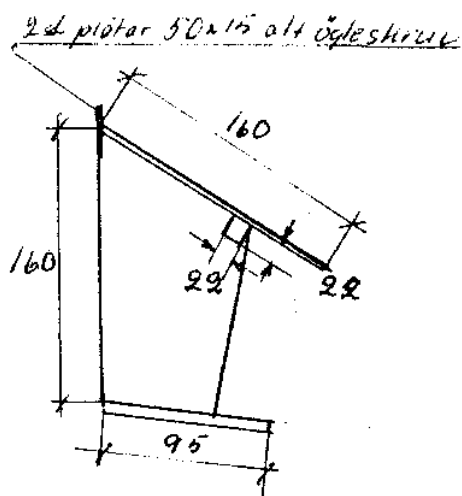

Bild 28
- 2 st gavlar enl. skiss bild 28 av finsågat virke. Vinklarna kan göras godtyckliga enl. skiss.